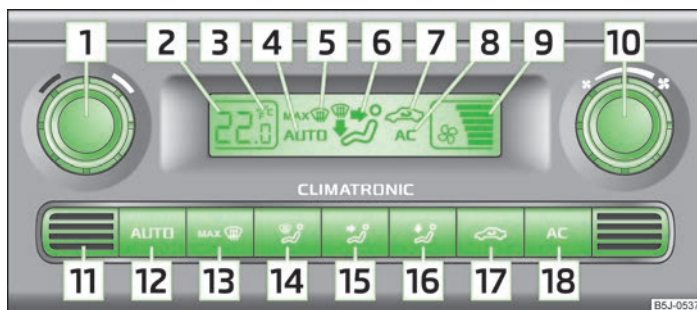

Fig. 80 Climatronic: Elementele de comandă
- (AC) 18 » fig. 80 la pagina 76 activat.
- Apăsăți tasta (AUTO) 12 » fig. 80 la pagina 76.
Apăsăți și mențineți simultan apăsate tastele (AUTO) și (AC) » fig. 80 la pagina 76. Pe display se afișează datele în unitatea dorită de măsură a temperaturii.
11 » fig. 80. Nu lipiți nimic peste senzor și nu-l acoperiți, în caz contrar se poate influența în mod nefavorabil sistemul Climatronic.
- > Apăsati tasta (AUTO) 12 » fig. 80 la pagina 76, pe afișaj apare **AUTO**.
- > După punerea contactului, se poate regla temperatura din interior, cu ajutorul regulatorului rotativ 1 » fig. 80 la pagina 76.
- > Apăsati tasta 17 » fig. 80 la pagina 76, pe afișaj apare simbolul 17.
- > Apăsati din nou tasta 17 » fig. 80 la pagina 76, simbolul 17 dispăre de pe afișaj.
- > Rotiți regulatorul 10 » fig. 80 la pagina 76 spre stânga (reducerea turației ventilatorului) sau spre dreapta (mărirea turației ventilatorului).
> Apăsăți tasta  **13** » fig. 80 la pagina 76.
> Apăsăți din nou tasta  **13** » fig. 80 la pagina 76 sau tasta .